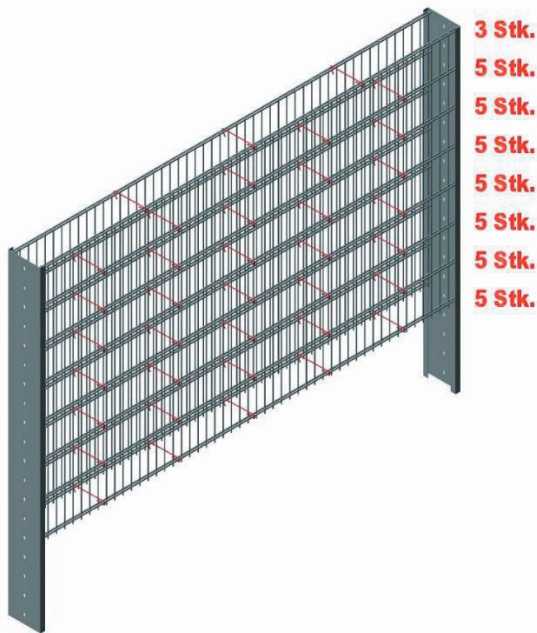

Abbildung 17: Anzahl und Anordnung Distanzhalter
2. Distanzhalter immer bei der Reihe (Lage), die gerade mit Steinen befüllt wird, und der Reihe darüber in der vorgegebenen Anzahl einhängen. Siehe *Abbildung 17*.